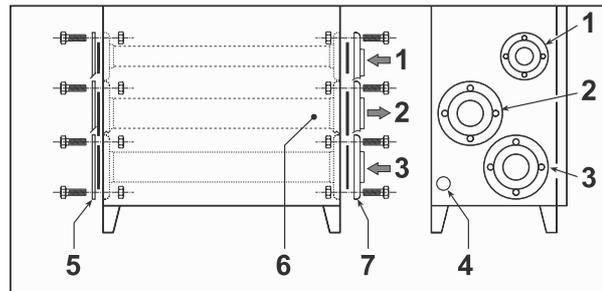

Рис. 16
#### **Для установки одного модуля - Рис.16**
- На последнем котле установить глухие фланцы и прокладки (Рис. 16 и 17).